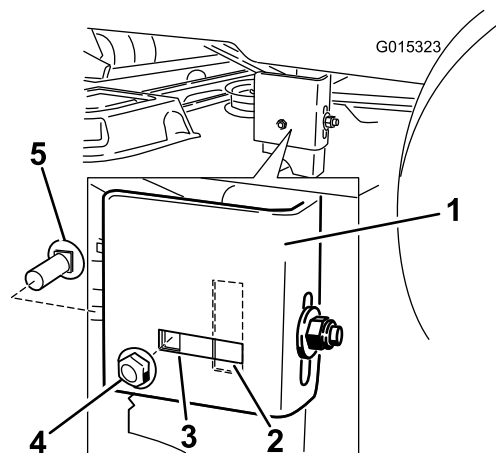

Figure 59
7. Passez au côté gauche de la machine. Retirez le boulon de carrosserie et l'écrou de blocage latéraux de la position fixe et placez-les dans l'ouverture allongée arrière (Figure 59).